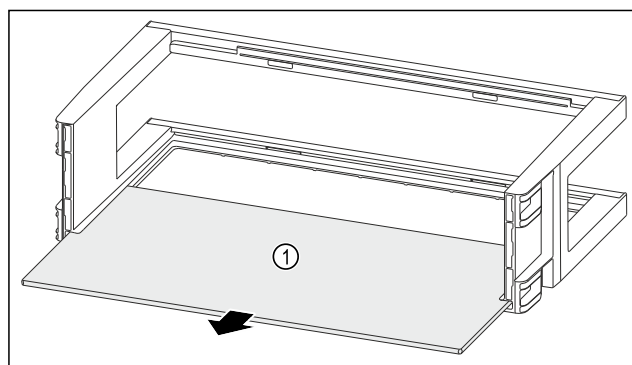

Fig. 89
- Дістаньте полицю Fig. 89 (1).